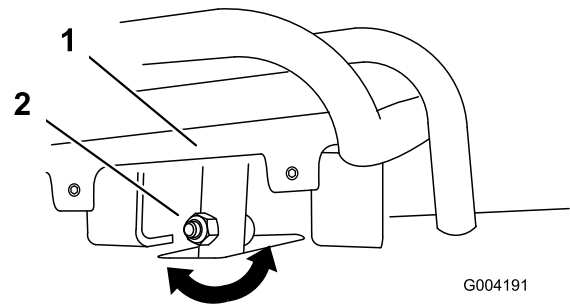
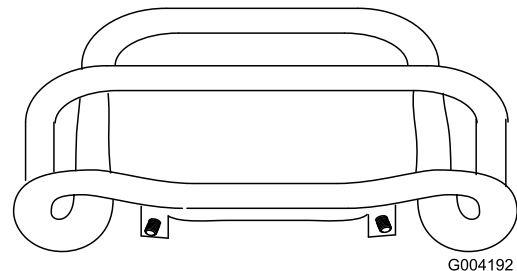

Рисунок 52
Рисунок 53
4. Если передняя часть рычага управления тягой не встает перпендикулярно контрольной штанге и вровень с ней, ослабьте гайку с буртиком и болт в хвостовике рычага управления тягой (Рисунок 52).
5. Отрегулируйте рычаг управления тягой таким образом, чтобы при перемещении назад он вставал вровень с контрольной штангой (Рисунок 52 и Рисунок 53).